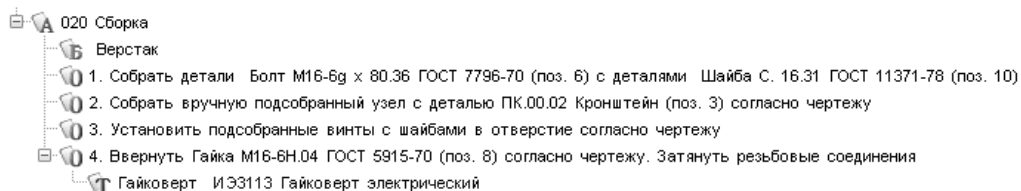

Рис. 12.6.
22. Добавьте в операцию *020 Сборка* переходы с оборудованием и оснасткой так, как показано на рис. 12.6.